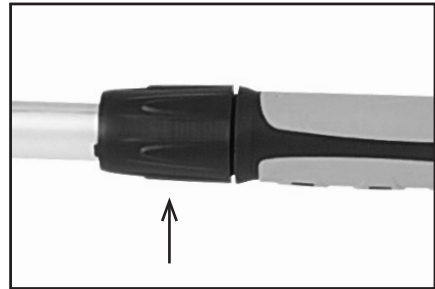

Abb. 9
- Lösen Sie den Verriegelungsring des Teleskoprohrs. (Abb. 9)